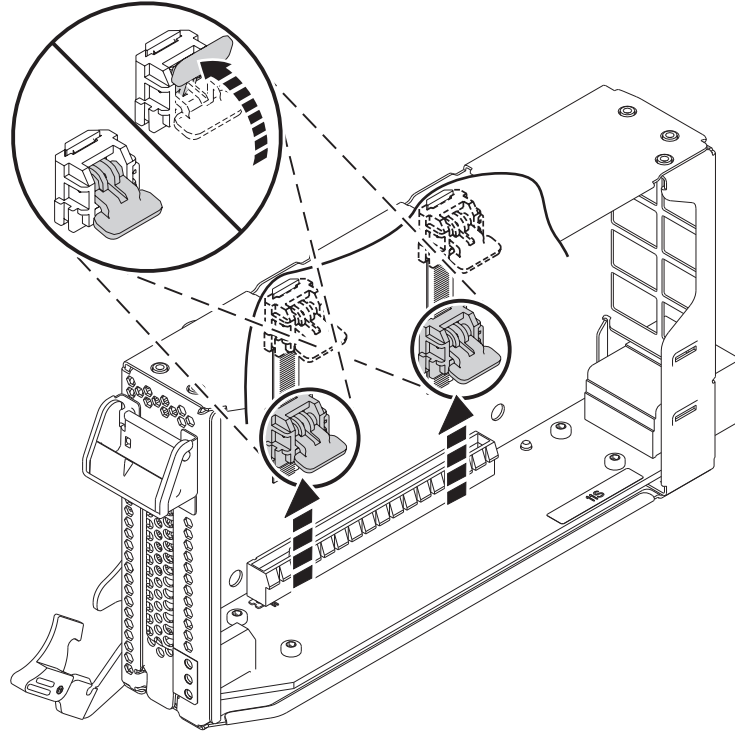

Figura 16. Desbloqueo de las ruedas de la casete
- a. Desbloquee las ruedas dentadas del casete haciéndolas girar, tal como se muestra en la Figura 16 en la página 17.
- b. Presione las ruedas de la casete hacia el borde superior de la casete, como se muestra en la Figura 16 en la página 17.